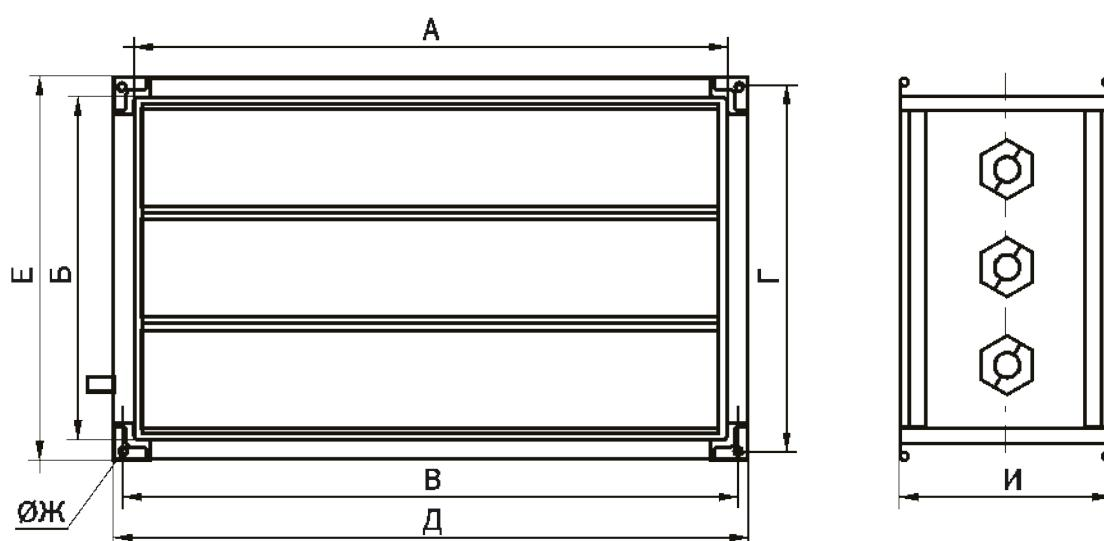

Рисунок 67. Внешний вид заслонок
- Проходное сечение(см. рис. 67):